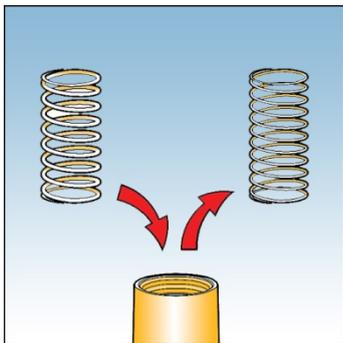

Fig. 10
4. Remova a mola e substitua pela nova. Veja Fig. 10.